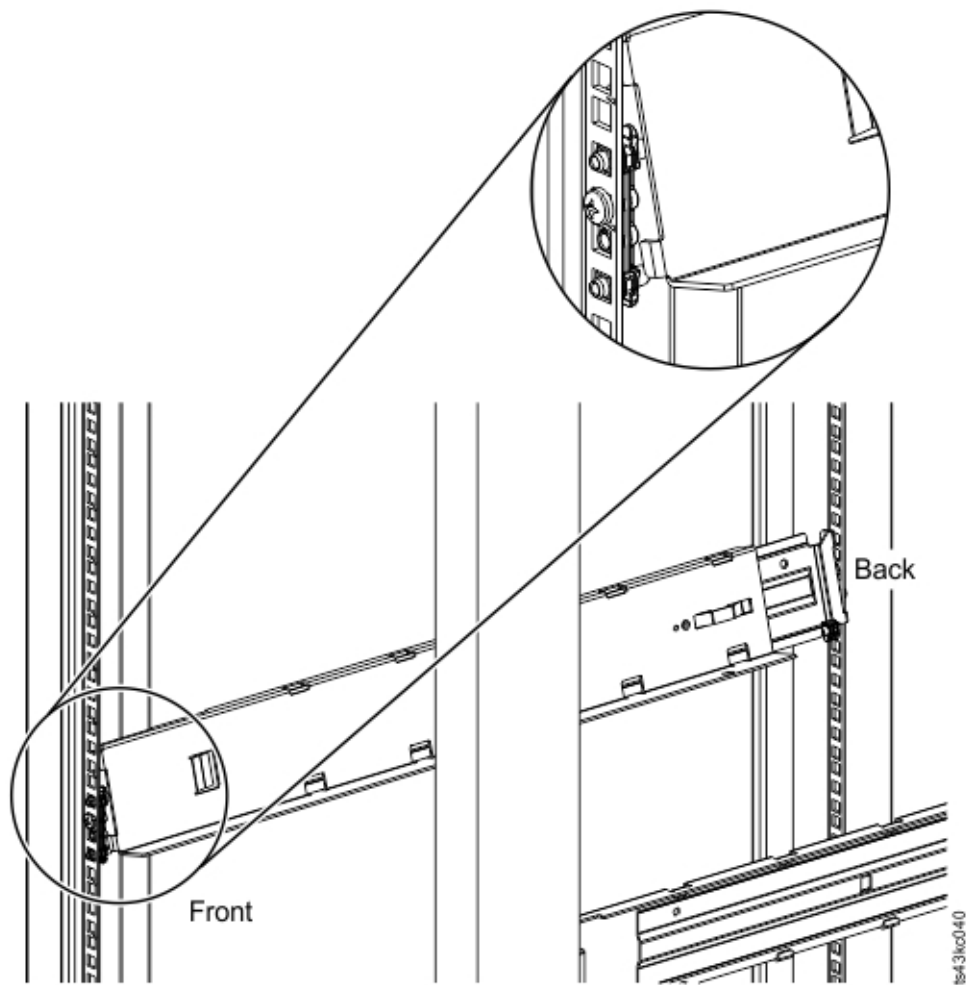

図 38. レールのコネクタへのマウント
d. LH ラック・マウント・レールをコネクタにマウントします。48 ページの図 38 を参照。